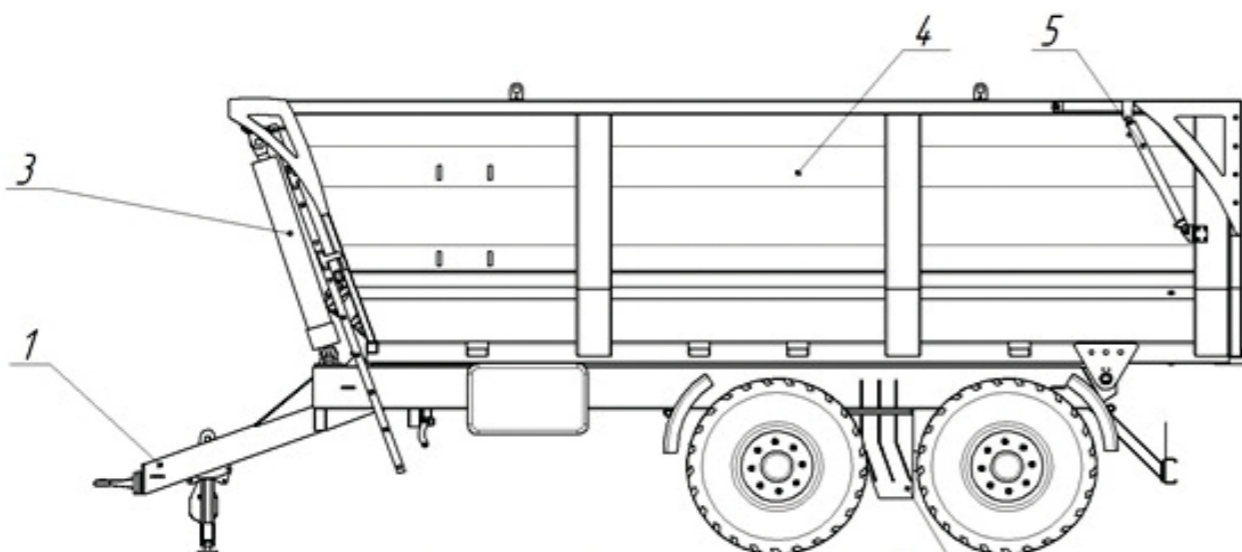

Рис. 1. Схема полуприцепа самосвального ПС-20БМ
4.1 Самосвальный полуприцеп ПС-20БМ (рис.1) состоит из рамы с дышлом и прицепным устройством, балансирной тележки, кузова с наставными бортами (опция), опрокидывающим механизмом кузова и заднего борта, рабочей и стояночной тормозных систем, системы электрооборудования и гидросистемы опрокидывающего механизма.